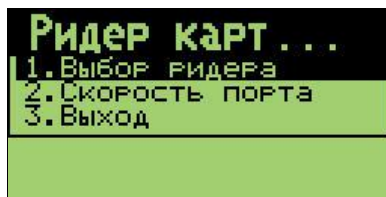

Рис. 4. Меню настройки параметров ридера
3. Выберите в меню пункт «**Бесконтактный**». Откроется меню настройки параметров ридера (см. Рис. 4).
6. Для сохранения внесённых изменений нажмите на **зелёную** кнопку. Откроется меню настройки параметров ридера (см. Рис. 4).
7. Установите скорость порта подключения ридера. Для этого в меню настройки параметров ридера (см. Рис. 4) выберите пункт «**Скорость порта**». На дисплее терминала появится окно, предназначенное для выбора скорости порта
9. Нажмите на **зелёную** кнопку. На дисплее появится меню настройки параметров ридера (см. Рис. 4).